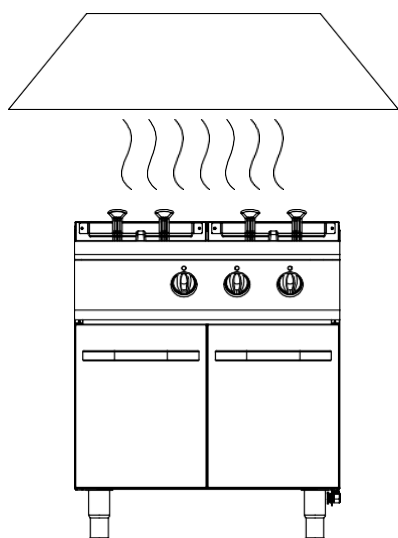

Figura 1
- Per evitare la formazione di odori e fumi, posizionare il dispositivo sotto una cappa aspirante in grado di ventilare a sufficienza. (Figura 1)